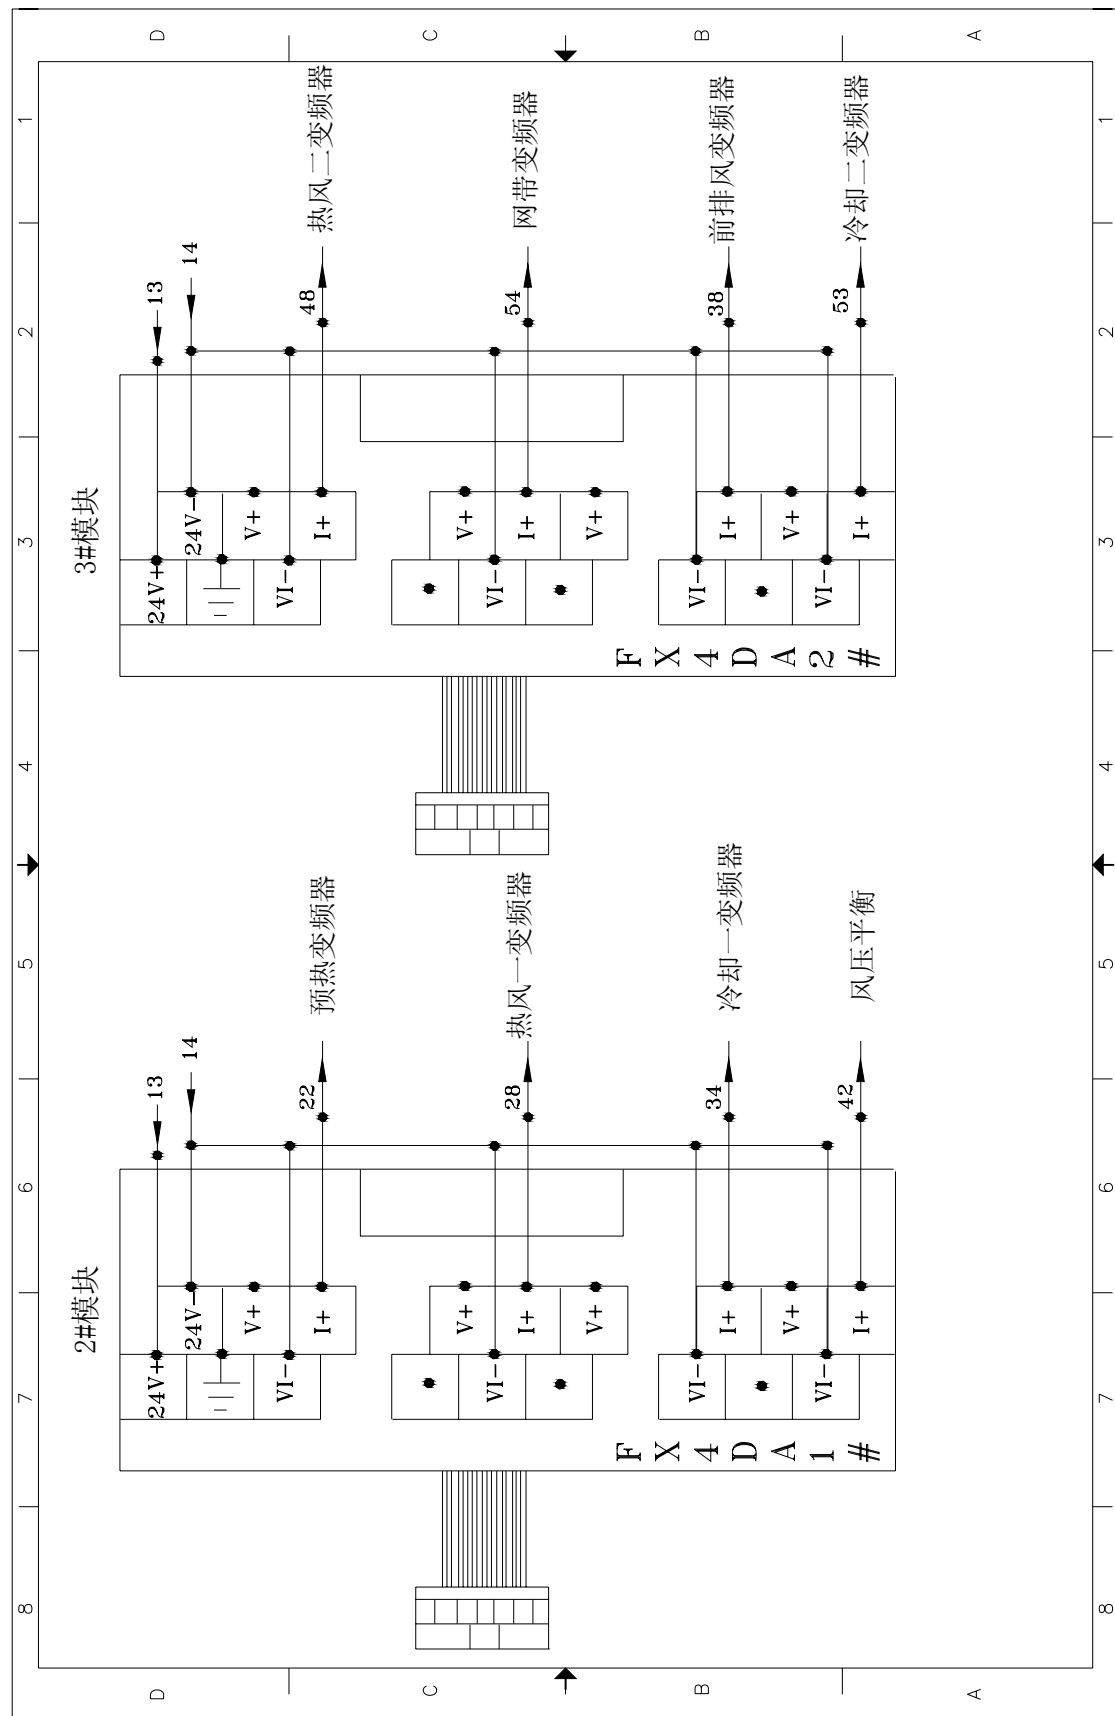

图 10-8 PLC FX4DA2#-3#控制回路
- 10.8 PLC FX4DA2#-3#控制回路（见图 10-8）